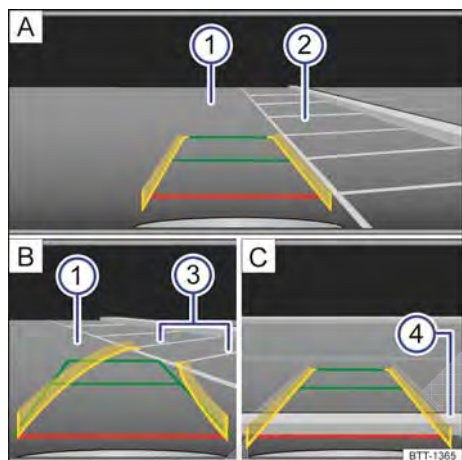

Fig. 180 Exibição do display: entrar na vaga de estacionamento com a câmera de marcha a ré, modo 1.
Legenda para Fig. 180:
- Posicionar o veículo na frente da vaga de estacionamento ❷ → Fig. 180 **A**.
- Conduzir lentamente para trás e manobrar de modo que as guias amarelas sejam guiadas ao longo das linhas de limitação lateral ❸ da vaga de estacionamento selecionada **B**.
- Alinhar o veículo na vaga de estacionamento selecionada de modo que as guias verdes e amarelas coincidam com as linhas de limitação lateral ❸ da vaga de estacionamento selecionada.
- Parar o veículo o mais tardar ao atingir a guia vermelha de limitação traseira, por exemplo, meio-fio ❹ **C**.